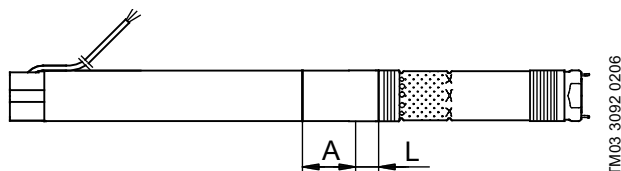

Рис. 2 Область затяжки
1. Зафиксировать двигатель в тисках с использованием мягких губок для тисков (B). Зажимать в тисках только часть двигателя А по таблице на рисунке 3.
7. Затянуть напорную камеру на корпусе специальным ключом (A), вставкой с открытым зевом (M) и динамометрическим ключом (J).
8. Перевернуть двигатель и насос в горизонтальное положение, зафиксировать в тисках с использованием мягких губок для тисков (B). См. рис. 2.
9. Затянуть насос и двигатель ключом для напорной камеры (A), вставкой с открытым зевом (M) и динамометрическим ключом (J).
11. Установить торцевую крышку на двигатель. Установить и затянуть винты (250) динамометрической отверткой (K) и битой torx T20 из сервисного комплекта (G).